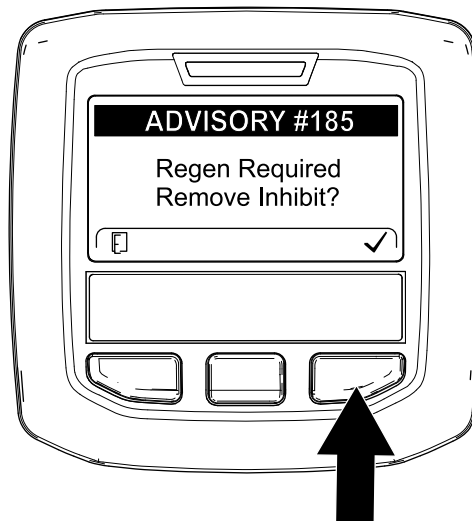

Figura 44
**Nota:** Se INHIBIT REGEN è impostata su ON, l'InfoCenter visualizza ADVISORY #185 (Figura 44). Premete il pulsante 3 per impostare l'inibizione della rigenerazione su OFF e procedere con la rigenerazione di ripristino.